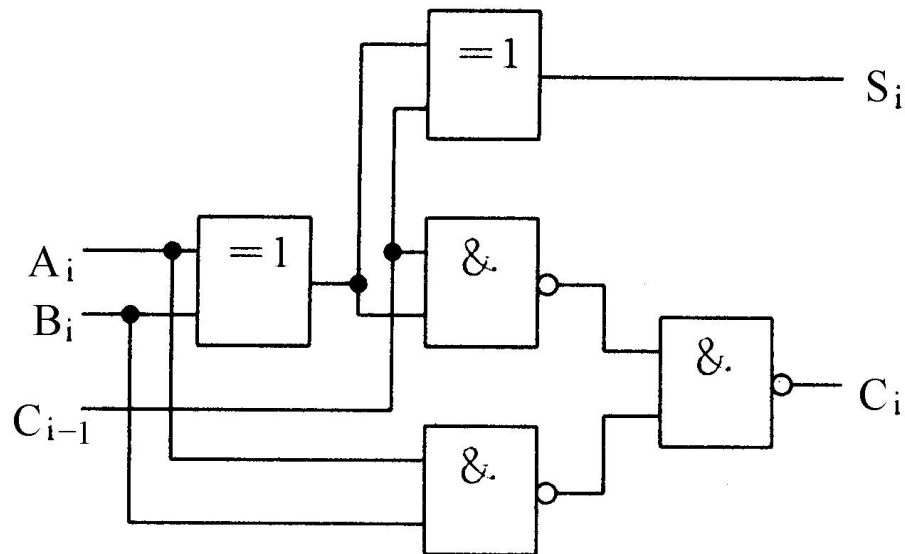

图4.19 全加器逻辑电路
(4) 全加器逻辑功能的测试：① 按如图4.19所示连接全加器逻辑电路，检查无误后接通电源；② 按表17-13分别测试输入不同组合的逻辑信号时的输出信号，将结果填入表17-13中，验证全加器的逻辑功能。